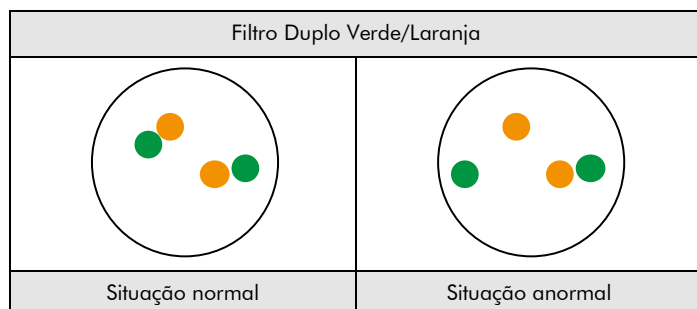

Fig. 2: Resultados esperados em núcleos normais e anormais
**Situação normal:** Em interfases de células normais ou em células sem translocação envolvendo a região do gene NTRK2, são visíveis dois sinais de fusão verde/laranja (ver Fig. 2).
**Situação anormal:** Uma região do gene NTRK2 afectada por uma translocação é indicada por um sinal verde e laranja separados (ver Fig. 2).